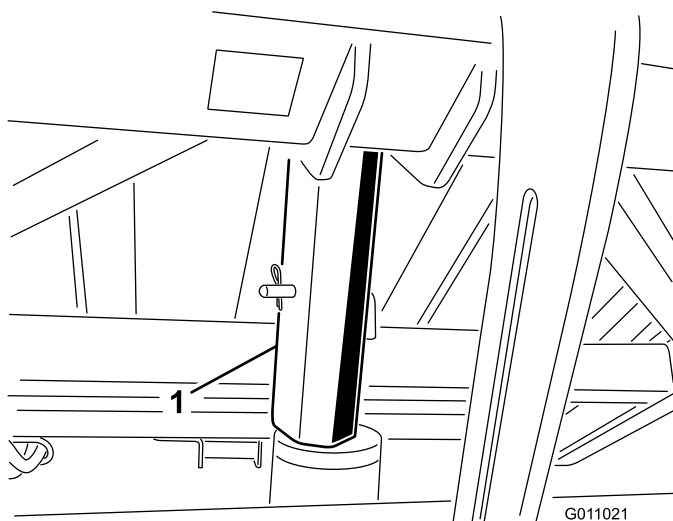

Figura 27
3. Insira o suporte de segurança da tremonha na barra do cilindro certificando-se que a extremidade do suporte assenta no cilindro e na extremidade da barra do cilindro (Figura 27).